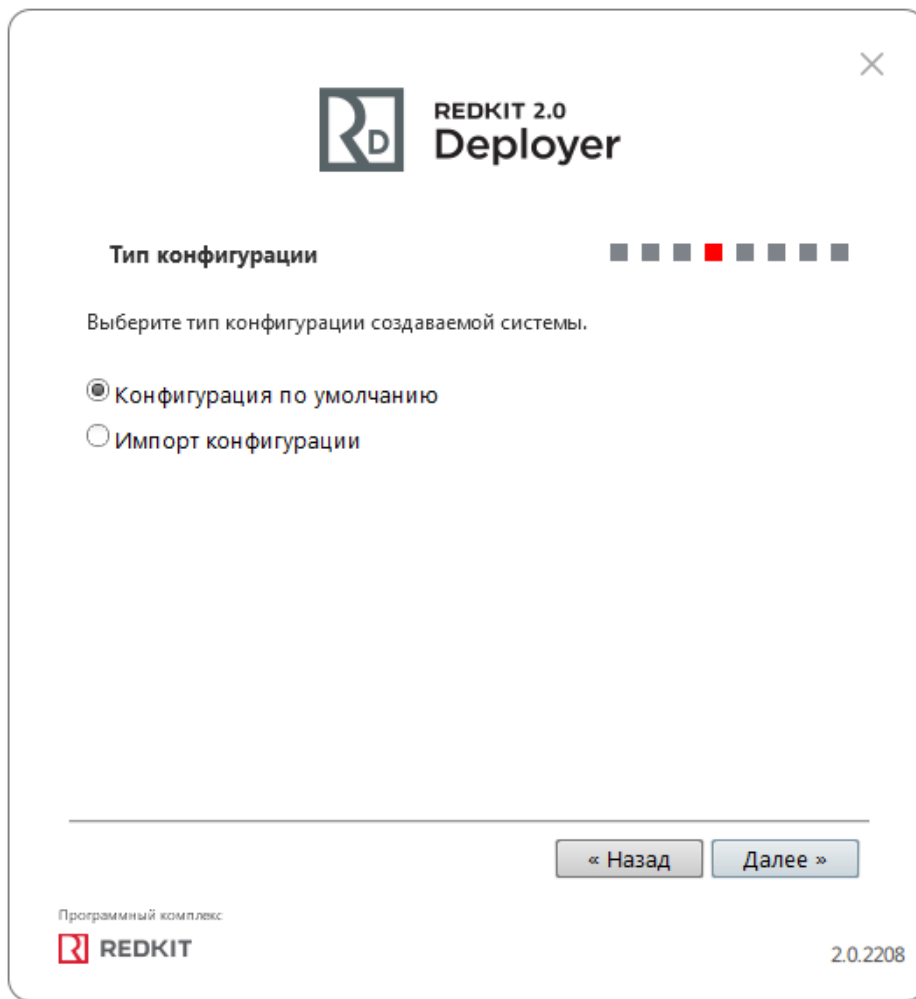

Рисунок 119 - Тип конфигурации
8. Выберите тип конфигурации **Конфигурация по умолчанию** и нажмите **Далее** (Рисунок 119).